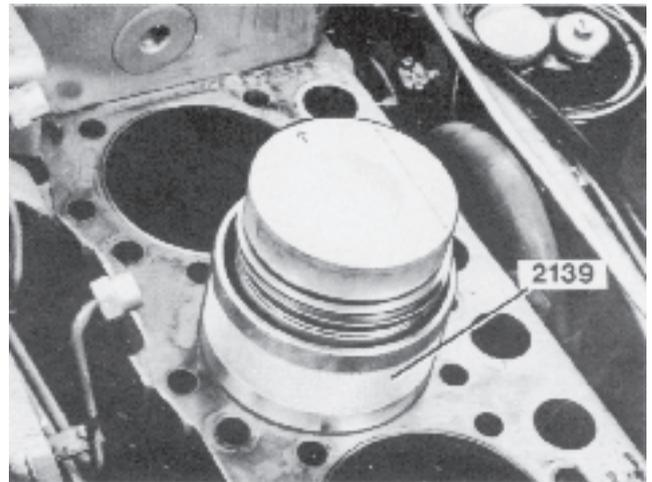

Fig. 62. Montage du piston dans le cylindre, série 70
2. Vérifier que la flèche à l'extrémité du piston et le repère « FRONT » de la bielle sont bien tournés du même côté. Monter le piston avec la bielle correspondante dans le cylindre respectif. La flèche sur le piston doit être tournée vers l'avant. Se servir de la bague de montage 6086 pour la série 60 et 2139 pour la série 70 (figure 62).